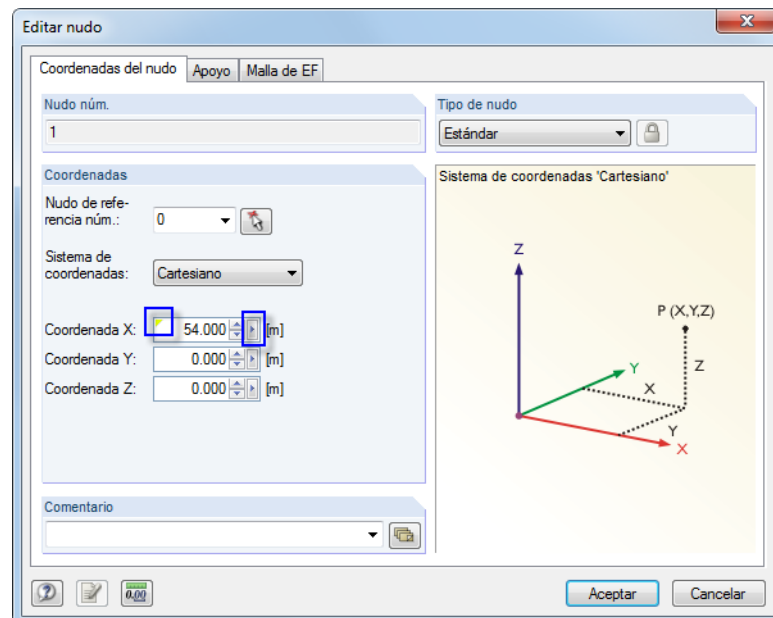

Figura 11.139: Cuadro de diálogo con la fórmula vinculada y el botón de función
- use los botones de la función junto a los campos de entrada en los cuadros de diálogo (ver Figura 11.139).